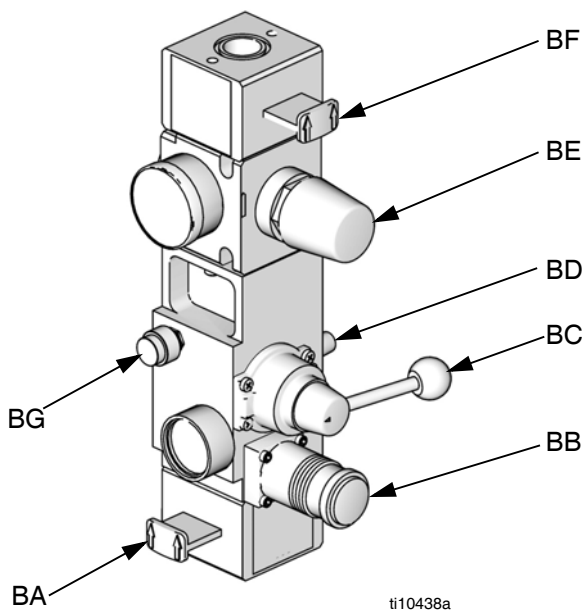
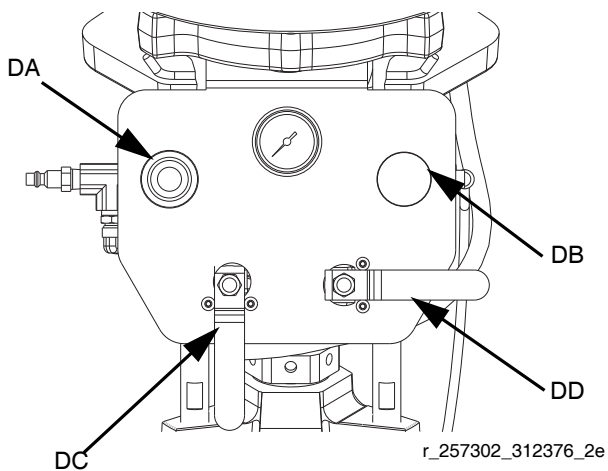

ABB. 3. Integriertes Luftreglermodul
ABB. 7: Heber-Luftregler
| G | Integrierte Luftregler (siehe ABB. 3) | U | Druckluftablassventil (nicht enthalten) |
- G Integrierte Luftregler (siehe ABB. 3)
- Für die Luftregler von D200s, D200, S20 und D60:** Siehe ABB. 3 auf Seite 12.
- Den Schieber für den Druckluftmotor (BF) und den Hauptdruckluftschieber (BA) schließen.
- Das Richtungsventil (BC) nach oben und unten rütteln, um die Ram-Zylinder vollständig zu entlüften.
- Für die Luftregler von L20c:** Siehe ABB. 7 auf Seite 14.
- Den Schieber für den Druckluftmotor (DC) und das Heberichtungsventil (DD) schließen. Die Ram wird langsam abgesenkt.
- Das Ablassventil in der Materialleitung und das Pumpenentlüftungsventil (P) öffnen. Einen Behälter zum Auffangen des abgelassenen Materials bereithalten.
- Das Pumpenentlüftungsventil (P) so lange geöffnet halten, bis das Gerät wieder spritzbereit ist.